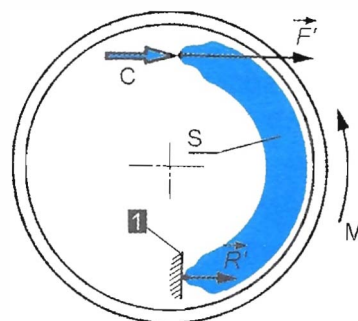

Figure 8.8B • Garniture tendue ou secondaire.
- Le segment (S) tend à quitter l'appui ❶, et à s'opposer à l'effort de la commande (C), ce qui diminue son action de frottement sur le tambour (figure 8.8B) : le segment (S) est dit **tendu** ou **secondaire**. L'efficacité et l'usure des deux segments sont différentes. On y remédie partiellement en utilisant une garniture plus tendre et plus courte pour le segment secondaire.